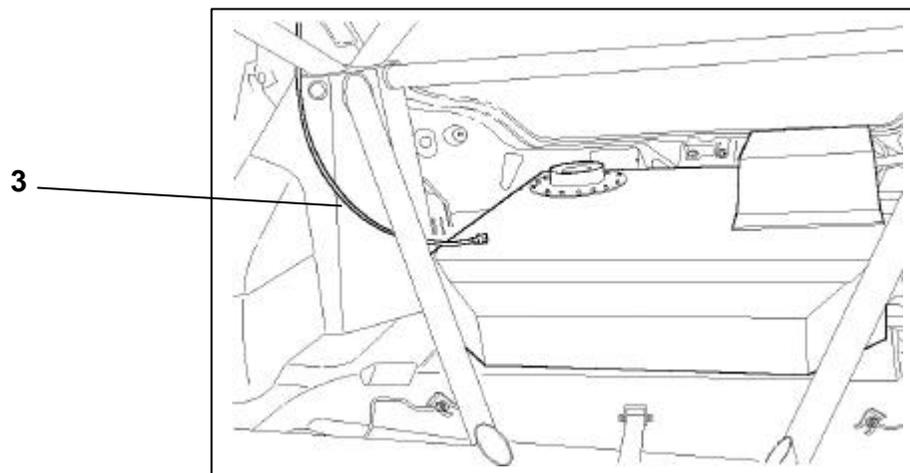

Fig. 5
- ☞ Connecter le tuyau de mise à l'air libre sur le nouveau piquage à l'avant droit du réservoir. (fig.5)